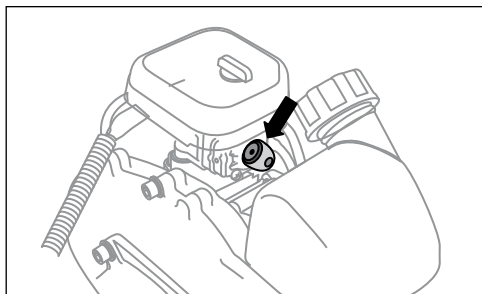

Рис. 11
3. Несколько раз нажмите на прозрачный колпачок ручной подкачки топлива (праймер), расположенный между воздушным фильтром и топливным баком, для заполнения карбюратора топливной смесью (рис. 11). При этом сквозь прозрачный колпачок кнопки должна просматриваться подкачиваемая топливная смесь.